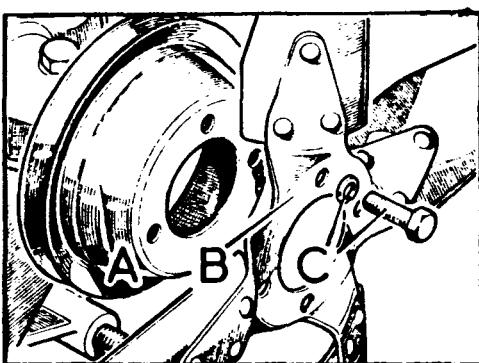

Fig. A1-28 Desmontaje del ventilador y polea
1.5. Desmontar los tornillos y arandelas, C (Fig. A1-28) y extraer el ventilador, B y polea A.